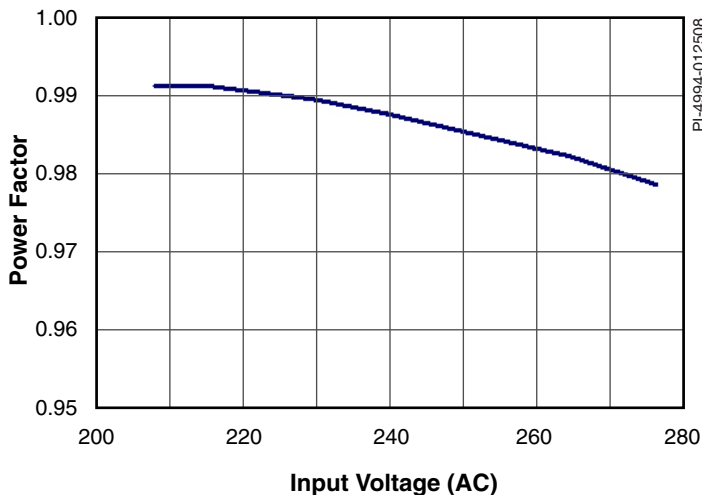

图3. 随输入电压(VAC)变化的功率系数(PF)
- 满足工业环境下最小功率系数(PF)为0.9的要求（277 VAC输入时最差条件下大于0.97，参见图3）